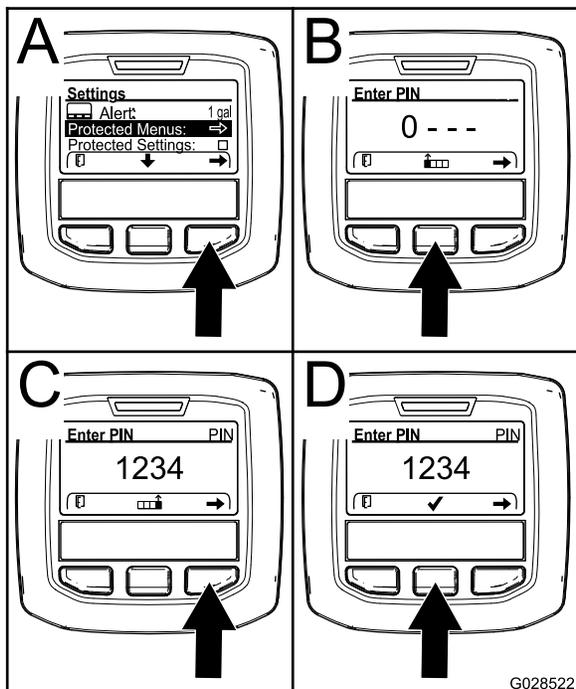

Рисунок 27
- В меню SETTINGS (НАСТРОЙКИ) с помощью средней кнопки прокрутите меню вниз к пункту PROTECTED MENU (ЗАЩИЩЕННОЕ МЕНЮ), и нажмите правую кнопку (Рисунок 27А).
- Чтобы ввести ПИН-код, нажмите среднюю кнопку и удерживайте ее в нажатом положении до появления первой цифры, затем нажмите правую кнопку, чтобы перейти на следующую цифру (Рисунок 27В и Рисунок 27С). Повторяйте этот пункт до тех пор, пока не будет введена последняя цифра, затем нажмите правую кнопку еще раз.